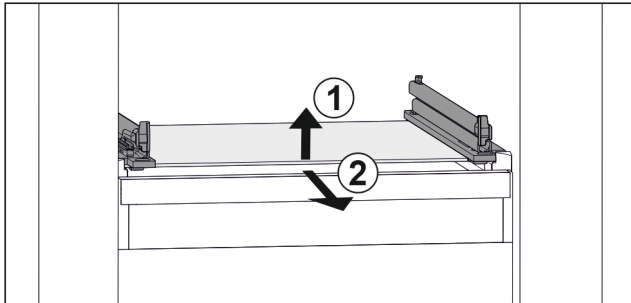

Fig. 23 Príklad zobrazenia sklenenej dosky
- ▶ Nadvihnite sklenenú dosku vpredu. Fig. 23 (1)
- ▶ Odoberte sklenenú dosku dopredu. Fig. 23 (2)